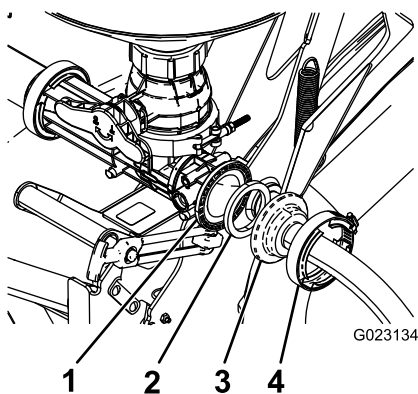

Figura 25
1. Montate l'estremità del flessibile di alimentazione senza diaframma sull'apertura posteriore situata sulla valvola del nebulizzatore utilizzando una guarnizione e una fascetta stringitubo a vite (Figura 25).